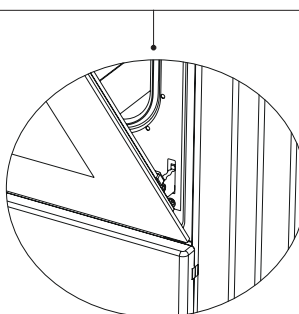

Figura 21.1
3. Em seguida, feche a porta da câmara de cozimento de modo a que esta assente no fecho da dobradiça, como mostra a figura 21.1.